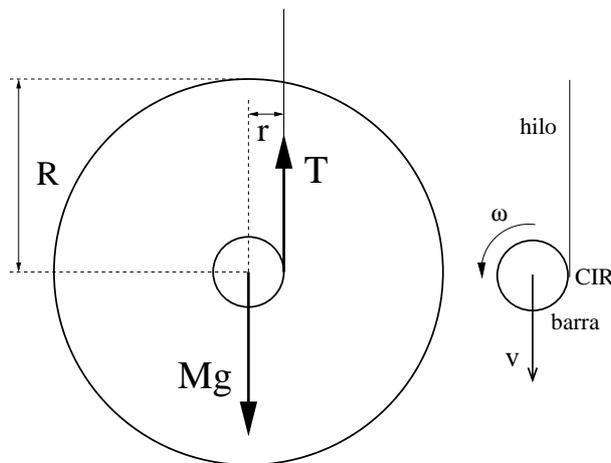

Figura 1: Diagrama de fuerzas sobre el disco y detalle de la condición de rodadura
Podemos aplicar estas ecuaciones al caso representado en la figura 1. Un disco homogéneo de radio R y masa M que se mueve bajo la acción de su propio peso sujeto mediante una cuerda enrollada en un pequeño saliente de radio r y masa despreciable (figura 1). Las ecuaciones (1) y (2), desarrolladas para este caso, quedan expresadas de la forma: